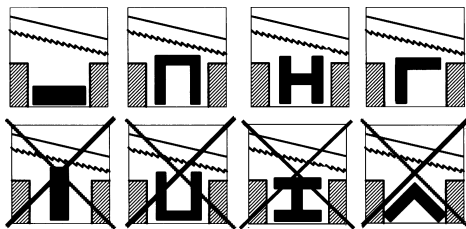

Fig. 11
4.5 POSICIONAMENTO CORRECTO DA PEÇA (Fig. 11)